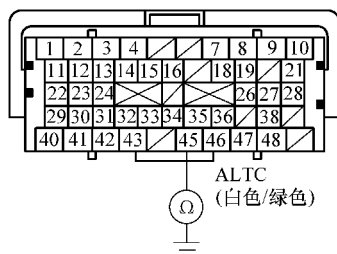

图 3-31 检查 B45 和车身搭铁之间的导通性
8) 将 SCS 线路跳接至 HDS，然后将点火开关转至 LOCK (0) 位置。
10) 如图 3-31 所示，检查 PCM 插接器端子 B45 和车身搭铁之间是否导通。